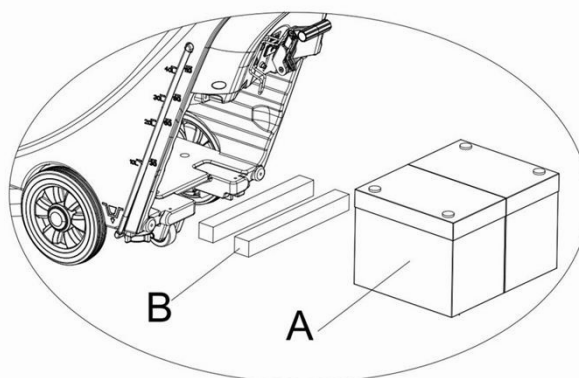

Рисунок 6
- 1) Для батарей с длиной менее 270 мм, используйте 2 части фиксирующей платы (**B**, **рисунок 6**) и разместите их рядом друг с другом внутри батареи водного бака;
- 2) Для батарей с длиной между 310мм-270мм, используйте 1 часть фиксирующей платы (**B**, **рисунок 6**) и поместите ее в батарею водного бака;